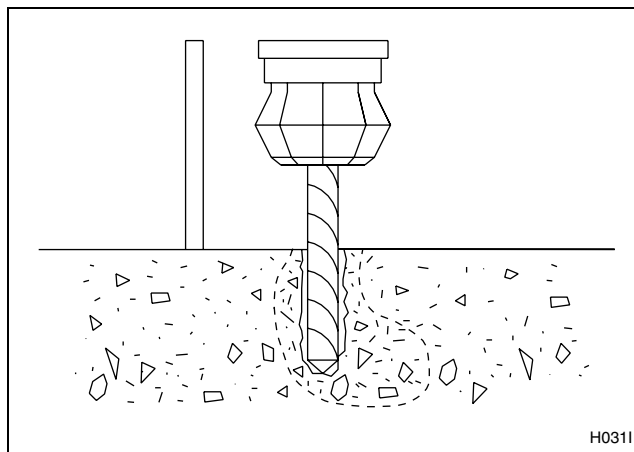

Figura 23
4. Perfore y cincele un agujero cónico suficientemente grande para que acepte el perno en J. Consulte la *Figura 23*.